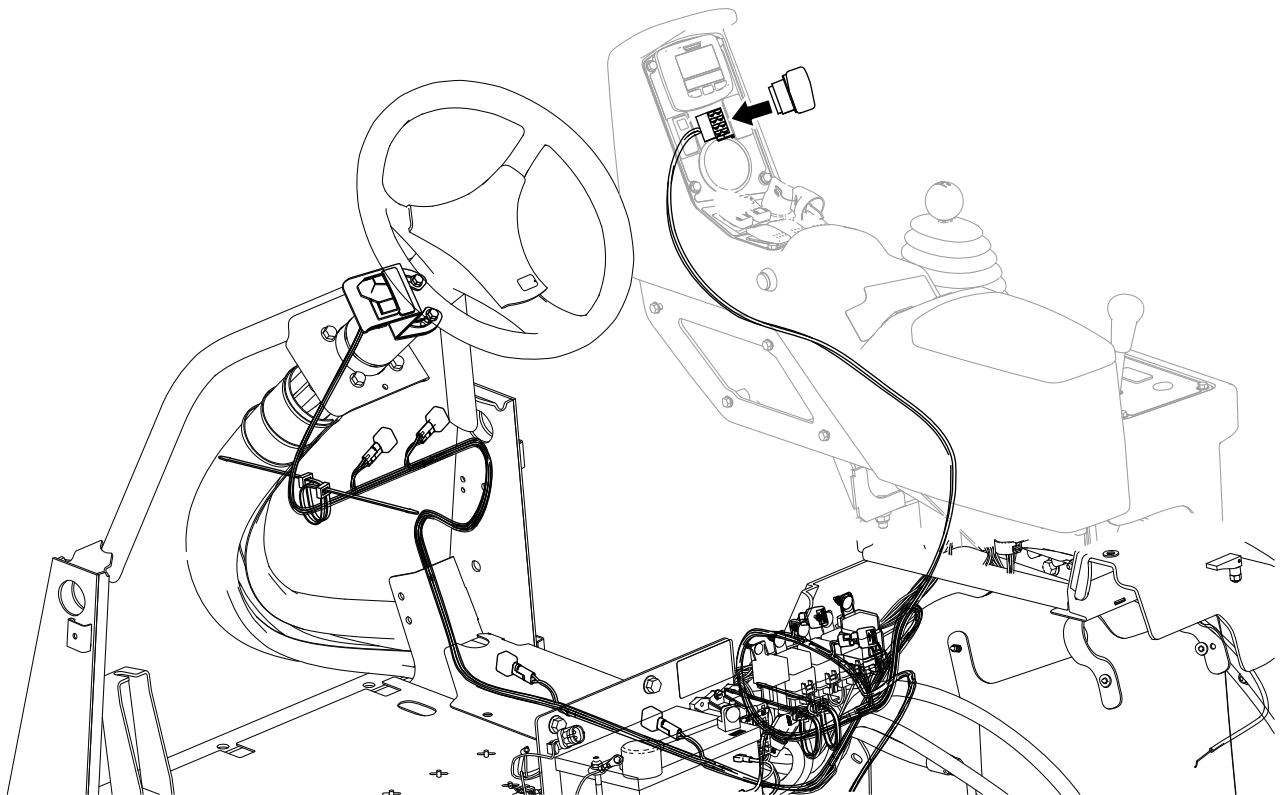

図 7
4. 車両用ハーネスに沿ってワイヤハーネスをコントロールパネルまで導く図 7。
5. ハーネスにロッカースwitchを接続する図 7。
マーカ用 ON/OFF スイッチ コンプレッサを作動させて左右両方のブームに同時に泡の流れを送り出します 図 7。